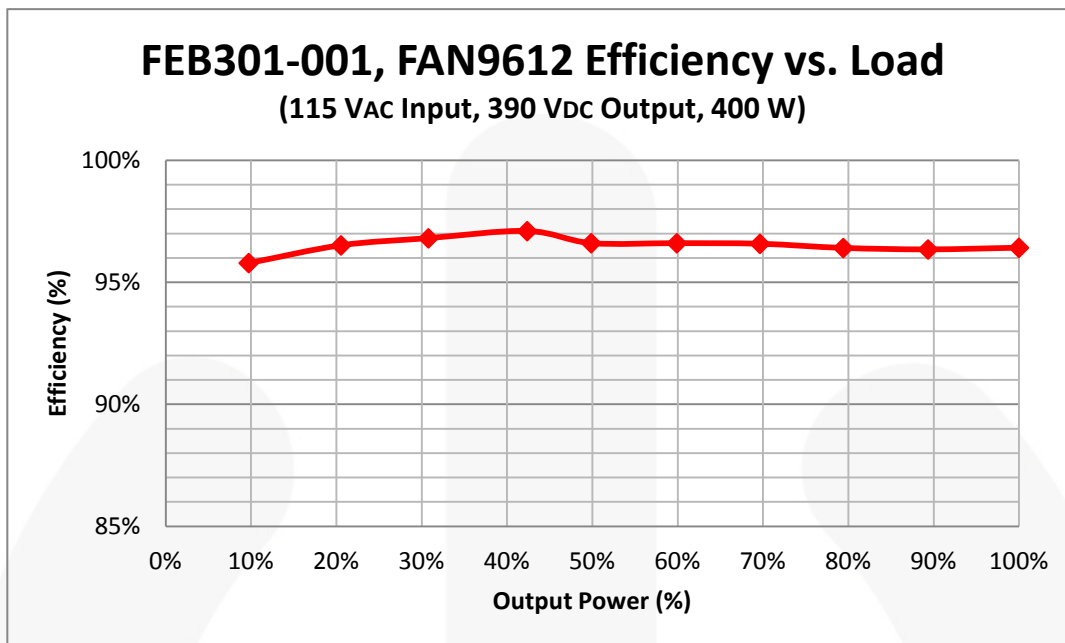
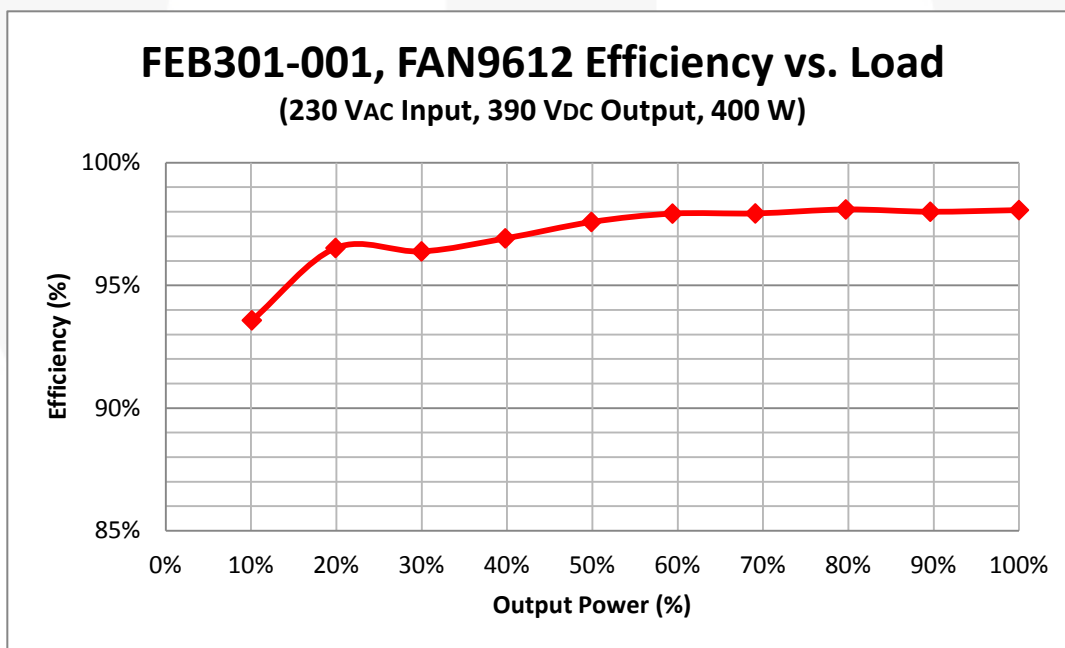

图 27. 115VAC / 60Hz效率与 负载的关系
图 28. 230VAC / 50Hz效率与 负载的关系
12. 图 27和图 28显示的是输入电压分别为115VAC和230V时，测得的评估板的效率。由于切相通过有效降低轻载时的开关频率可减少开关损耗，因此在开关损耗较高的高压线路上，效率能提高更多。低压线路上的效率相对提高较少，这是因为MOSFET以零电压开启，开关损耗忽略不计。